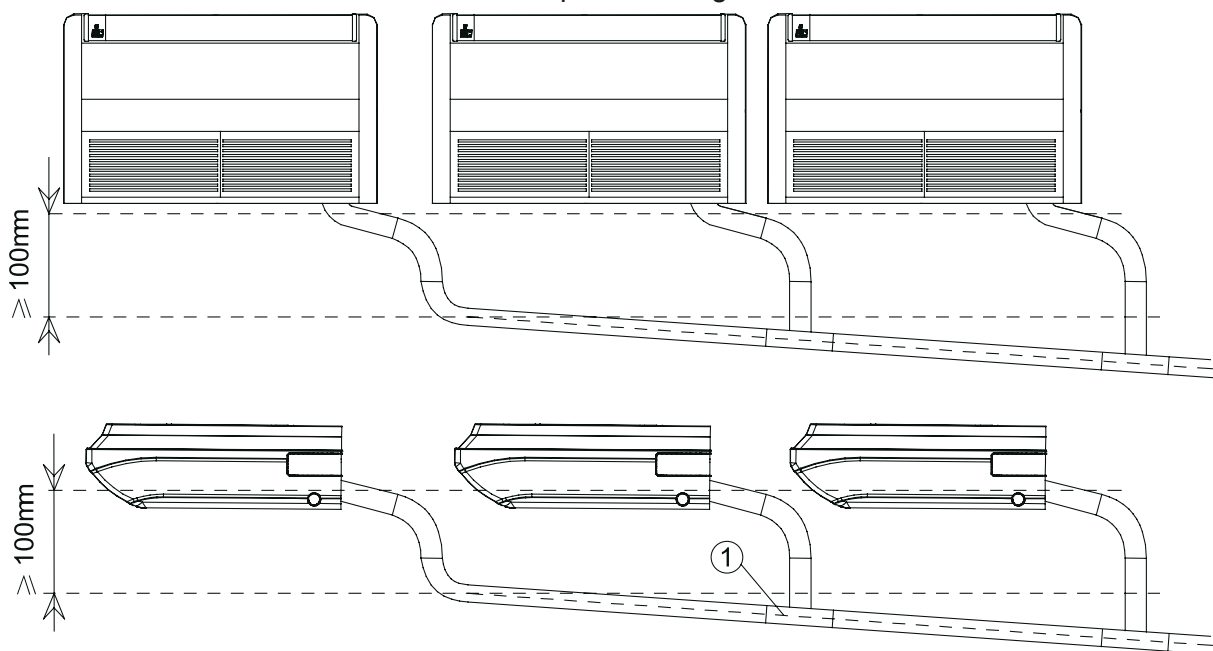

Fig 4.3.2.1
- (1) Le tuyau d'évacuation doit présenter le même diamètre ou un diamètre plus large que les tuyaux de raccordement (tuyau PVC, diamètre extérieur de 17mm, épaisseur  $\geq 1,75$ mm).
- (2) Poser un tuyau d'évacuation court et incliné d'au moins 1 % vers le bas afin de prévenir la formation de poches d'air.
- (3) Insérer le tuyau d'évacuation dans la prise d'évacuation, puis serrer la bride métallique de manière à la sécuriser.
- (4) Enrouler le patin d'étanchéité sur le tuyau d'évacuation et la bride en métal pour assurer l'isolation thermique.
- (5) S'assurer de réaliser des travaux d'isolation pour tous les tuyaux d'évacuation de la pièce afin de prévenir tout écoulement d'eau dû à la condensation.
- (6) Appliquer un diamètre adapté pour le tuyau d'évacuation conformément à la capacité de fonctionnement de l'unité, comme indiqué sur la Fig. 4.3.2.1.
N°1 : Connexion à trois voies des raccords du tuyau d'évacuation (Fig 4.3.2.2).
N°2 : Connexion d'un coude de type gouttière (Fig 4.3.2.3).
N°3 : Connexion par insertion du tuyau horizontal (Fig 4.3.2.4).
(9) Préparer la tuyauterie locale au point de connexion pour le tuyau d'évacuation, comme indiqué sur la Fig 4.3.2.6.